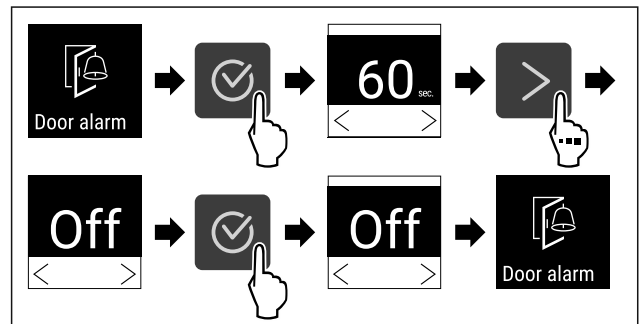

Fig. 97
- ▶ Kryeni hapat e veprimit (shihni Fig. 97) .